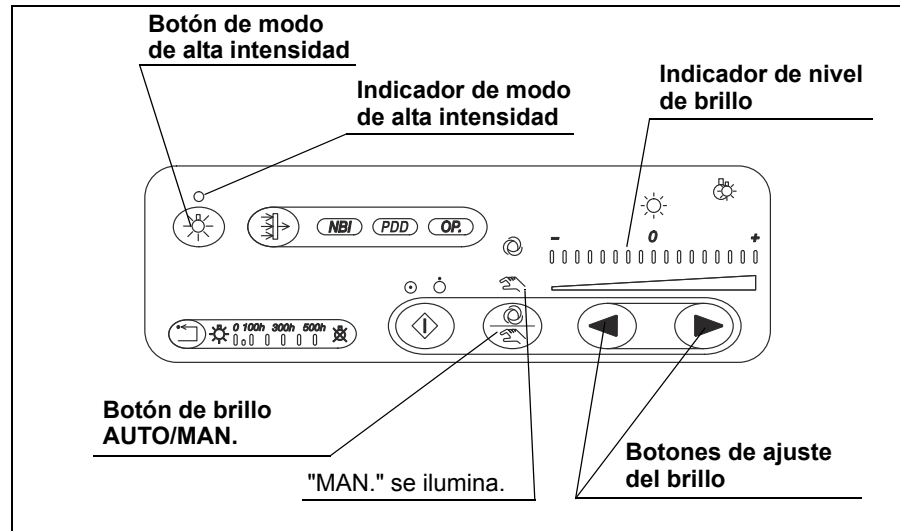

Figura 3.11
1. Pulse el botón de brillo AUTO/MAN. y compruebe que el indicador "MAN." se ilumina (véase la figura 3.11).
4. Presione el botón de modo de intensidad para cambiar del modo normal al modo de alta intensidad (véase la figura 3.11).